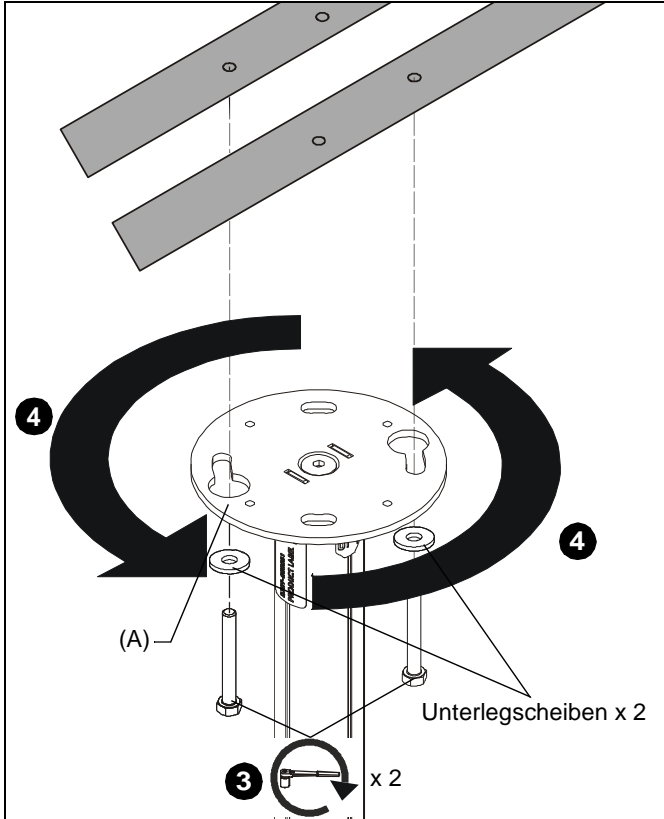

Abbildung 4
- Setzen Sie durch zwei 7,9 mm (5/16")-Unterlegscheiben (nicht mitgeliefert) lose zwei (mindestens) 7,9 mm x 12,7–19 mm (5/16" x 2–3/4")-Ankerschrauben (nicht mitgeliefert) in entgegengesetzten Ecken der in die Holzbalken-Querverstrebung gebohrten Löcher ein. (Siehe Abb. 4)
- Platzieren Sie die Deckenplatte (A) an der Decke und schrauben Sie, bis die Ankerschrauben die Platte in Position halten. (Siehe Abb. 4)